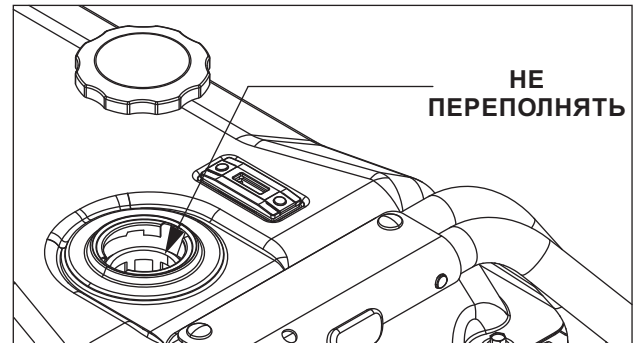

Рисунок 4 – Уровень топлива
- Постепенно заливайте топливо в горловину бака. **Будьте осторожны, не переполняйте бак!** (Рис.4)